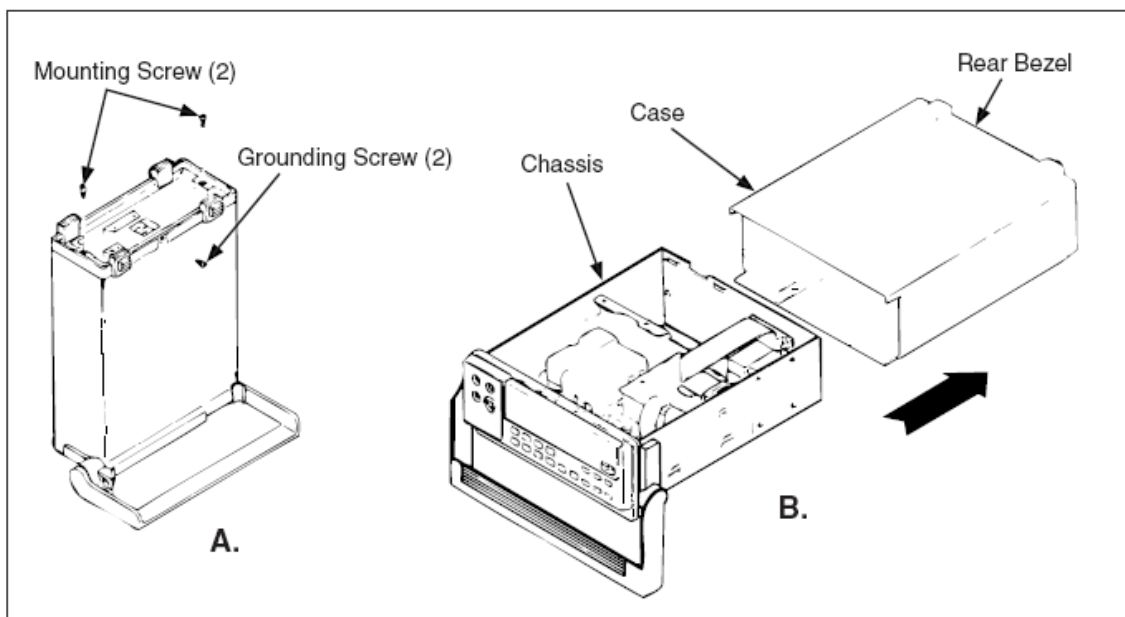

图 3-3.拆卸机箱
- 3.如图 3-3 所示，从机箱的底部和后面板的两侧拧下单向十字螺钉，握住前面板，将机壳和护套并从机箱上取下，（如图 3-3B 所示）；